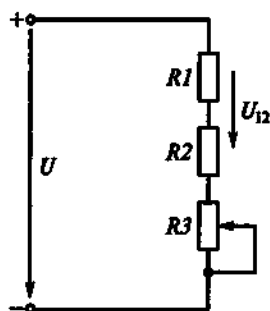

Рис. 26
1.40. Как изменится напряжение U_{12} на резисторах R_1 и R_2 в схеме на рис. 26, если движок реостата R_3 переместить вниз?